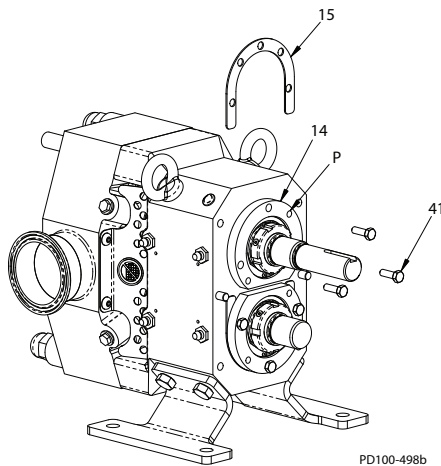

Рисунок 57 - Установите прокладки
3. Выберите сочетание прокладок (Рисунок 57, пункт 15) для того, чтобы достигнуть толщины со значением, наиболее близким к рассчитанной сумме. Не превышайте рассчитанную сумму.
4. Снимите винты корпуса подшипника (Рисунок 57, пункт 41), установите прокладки, выбранные в Шаге 3, и повторно установите винты. Для обеспечения зазора между прокладками переместите вал по направлению к задней стороне путем легкого постукивания ротора мягким молотком или путем установки двух винтов в подъемные отверстия (позиция P) во фланце корпуса подшипника (позиция 14).